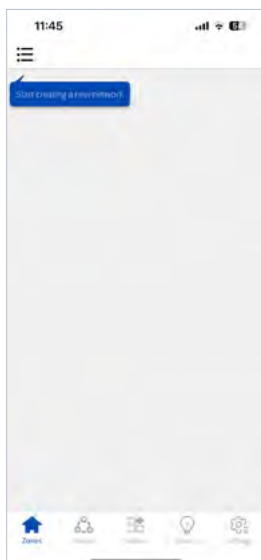

Figure 3.1 Zone page
1. Créez un réseau en cliquant sur le menu hamburger (☰) le coin gauche de la zone (voir figure 3.1) et créez un réseau en cliquant sur le bouton (+)